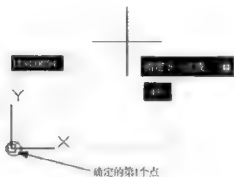

图 3-2
**步骤 3：**根据提示在绘图区单击或直接在命令提示中输入点的坐标值。在命令行中输入“0, 0”，按 Enter 键，即可确定直线的第 1 个点，如图 3-2 所示。此时，在命令行提示用户指定下一点。